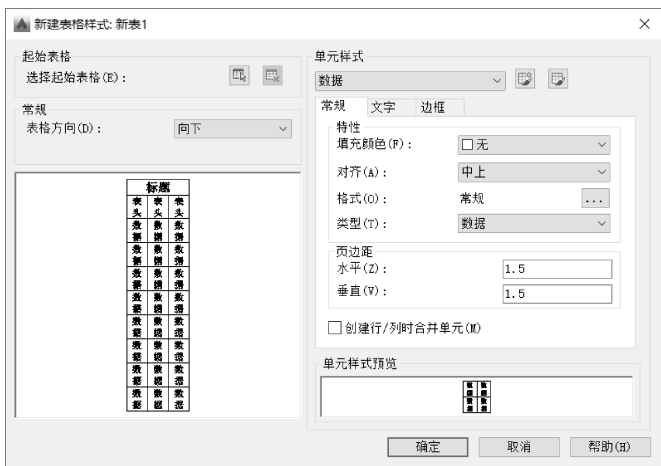

图 7-26 “新建表格样式”对话框
3) 在“新样式名”文本框中输入样式名称“新表 1”。单击“继续”按钮，打开“新建表格样式：新表 1”对话框，如图 7-26 所示。